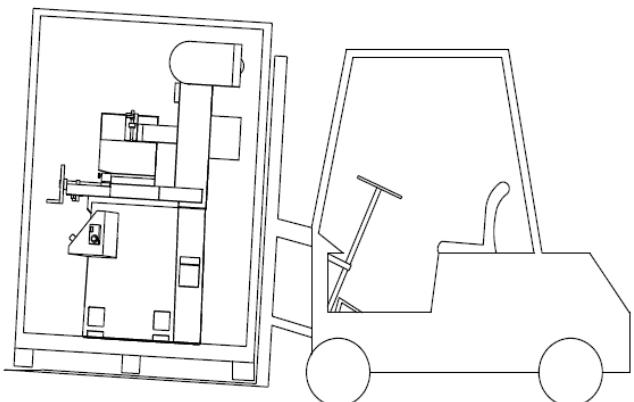

Рис.4.2.1
- (1) Вес брутто станка в упаковке составляет 970кг
- (2) Грузоподъемность погрузчика должна превышать вес перемещаемого груза.
- (3) Способ транспортировки показан на Рис.4.2.1, длина вил погрузчика должна быть достаточной, чтобы они проходили по всей длине станка.
- (4) Не поднимайте упаковку выше чем на 120 мм.
- (5) Оператор погрузчика должен иметь соответствующую квалификацию и допуск к работам.